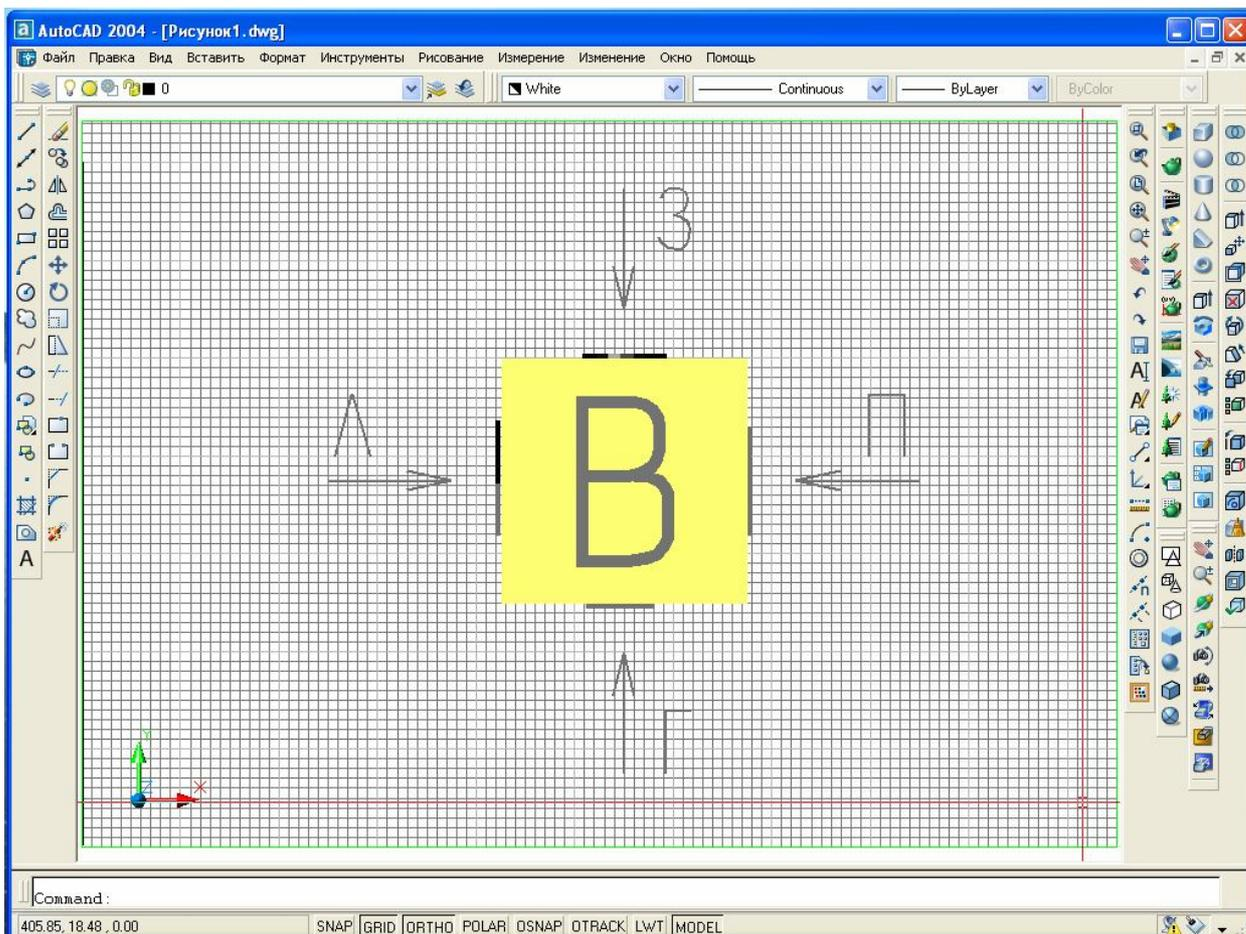

Рис. 4.5
На рис. 4.5, для примера, показан тест-куб после установки названного вида «Тор» (верх).
Как видно из рис. 4.5, в графической зоне визуализирован тест-куб (вид сверху), знак координат, показывающий направления координатных осей, и чёрная сетка, показывающая местоположение активной плоскости. Видно, что она параллельна координатной плоскости XY, но её координату по оси Z из рис. 4.5 определить не удаётся. Для дальнейшей работы следует иметь в виду: при установке названного вида «Тор» (верх) активная плоскость автоматически устанавливается с координатой по оси Z, равной нулю, т. е. чёрная* сетка совпадает с координатной плоскостью XY МСК.
**Примечание: в AutoCAD сетка визуализируется либо в виде красных точек (см. рис. 1.1), либо в виде чёрных ортогональных линий – как на рис. 4.5. Вид сетки зависит от использования той или иной пиктограммы в панели инструментов «Тени». При неизменной установке межузлового расстояния сетки, чёрная сетка визуализируется с десятикратным уплотнением линий по сравнению с плотностью красных точек.*
Итак, представьте, что на плоскости XY, которая совпадает с плоскостью экрана, стоит тест-куб, на одной из граней которого изображена буква «В». Этот вид на любую модель, в том числе и на тест-куб, в AutoCAD принято называть видом сверху и задавать его с помощью пиктограммы «Top» (верх). Если AutoCAD визуализирует на плоскости XY вид модели с направления «Г» (см. рис. 4.5), то такой вид принято называть видом спереди и задавать его с помощью пиктограммы «Front» (перед). При визуализации модели с направлений «Л», «П», «З» и «Н» (на рис. 4.5 направление «Н» не показано – идёт из-за экрана в направлении оператора) используются пиктограммы соответственно «Left» (слева), «Right» (справа), «Back» (зад) и «Bottom» (низ).